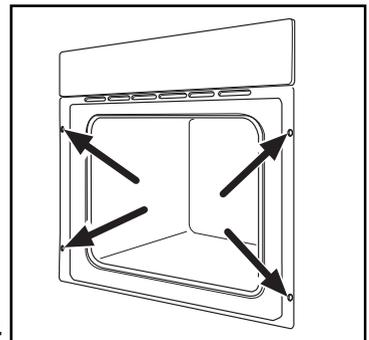

Abb. 14
- Herdtür öffnen und den Herd mittels der vier Holzschrauben, welche genau in die vorgesehenen Rahmenlöcher passen, am Möbel befestigen (Abb. 14).